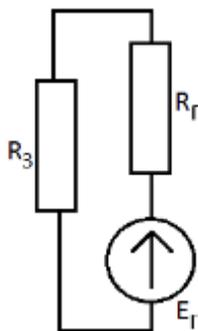

Рис. 153
1.5.4. Зная сопротивление генератора и его эквивалентную ЭДС, определяем неизвестный ток – рис. 153.